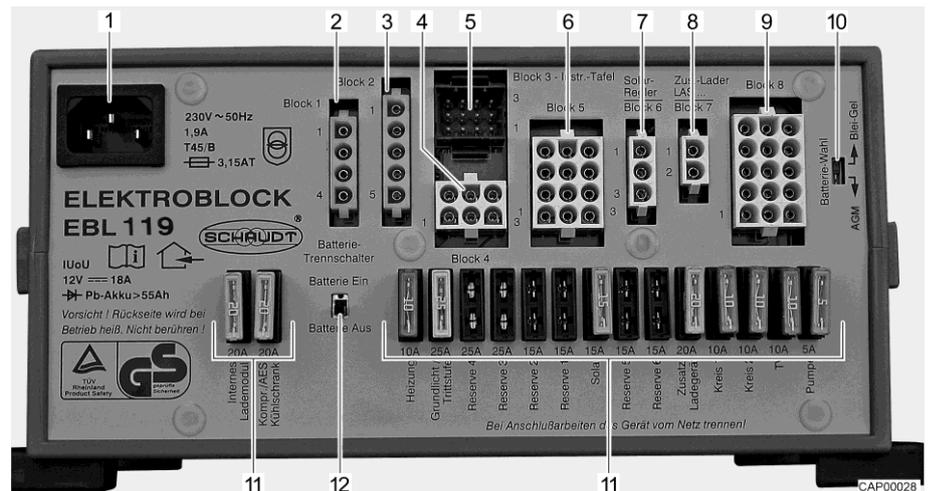

Fig. 40 Centralina elettrica (EBL 119)
- Disinserire l'interruttore staccabatteria (Fig. 40,12) sulla centralina elettrica.